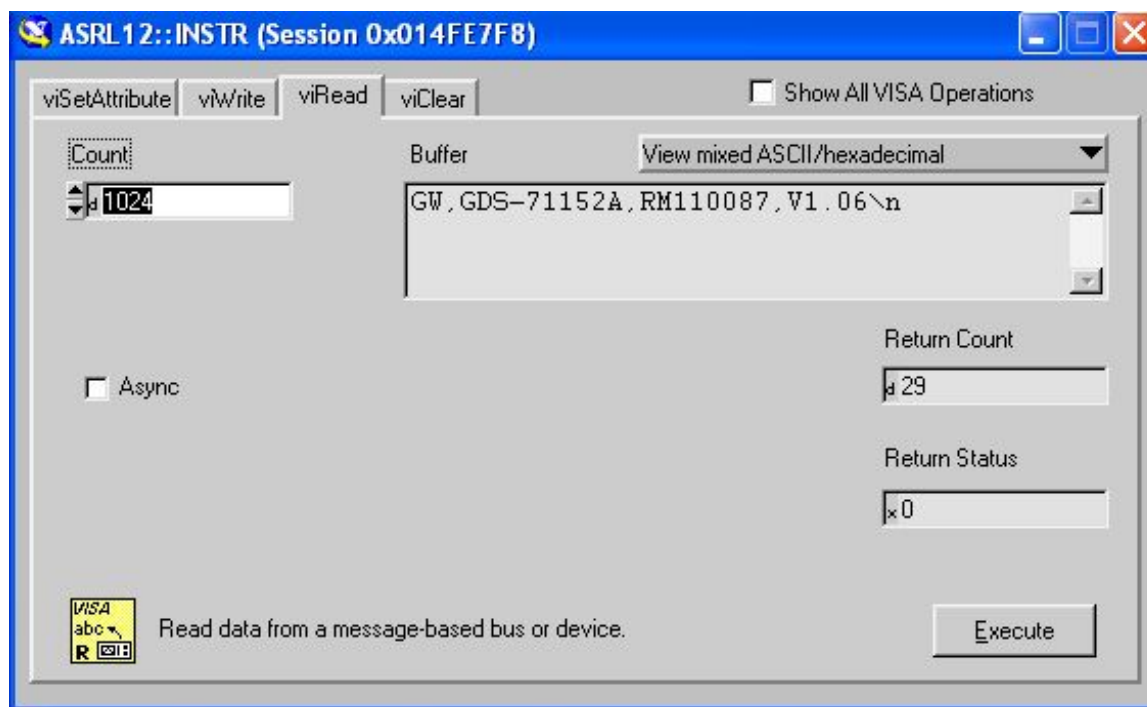

Рис.6.
2.2. Выполните указанные в п.2.1 действия для прибора, подключенного к коммуникационному порту «COM12». В результате должна появиться строка с названием осциллографа: «GW, GDS-71152, RM110087, V1.06» (рис.6)